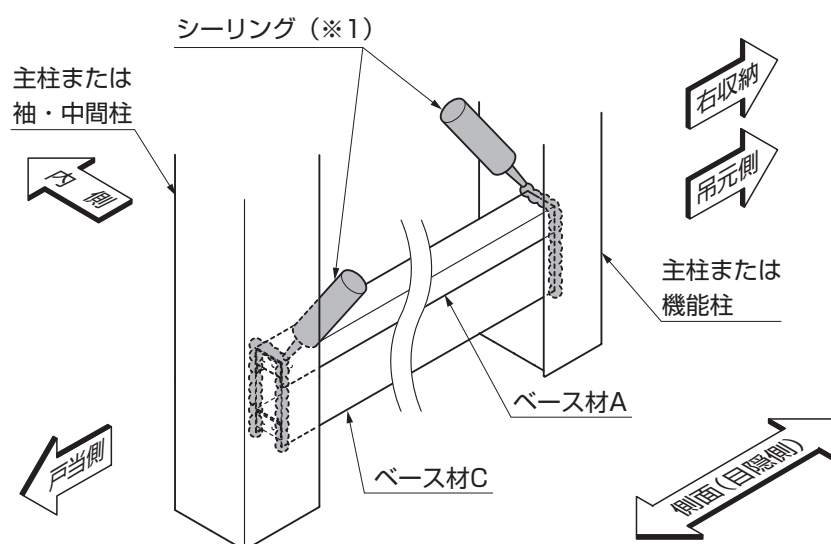

図3-1 ベース材(折戸パネル)
●側枠上げ下げ窓には外側・内側の向きがありますので確認してください。(図3-1参照)
- ①ベース材にシーリング(※1)をしてください。(図3-1参照)